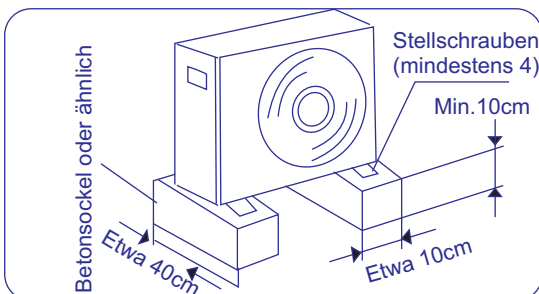

Abb.8.2
- Bereiten Sie einen starken Sockel (10X40cm² Platte aus Beton oder ähnlichen) vor. Das Gerät sollte nicht weniger als 10 cm hoch gelegt werden, damit es nicht nass oder korrodiert wird. Anderenfalls kann es zur Beschädigung oder Verkürzung der Lebensdauer des Geräts führen. (Abb. 8.2)